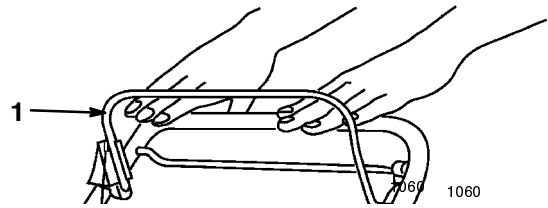

Figure 10
2. Lâcher la barre de commande de lame (Fig. 10). Le moteur et la lame doivent s'arrêter. S'ils ne s'arrêtent pas, s'adresser immédiatement à un détaillant réparateur agréé.